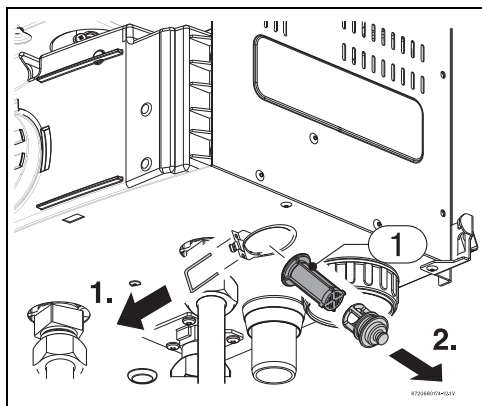

Fig. 56
- ▶ Controllare e se necessario sostituire il filtro acqua (Fig. 56).